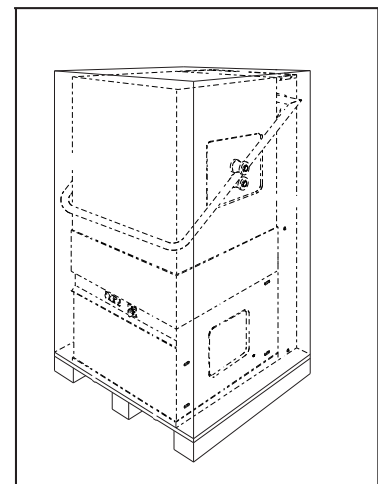

Fig. 2
1. Abra con cautela el cartón de embalaje (fig.2).